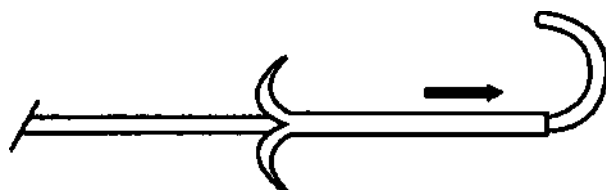

рис. 1
1. Сдвиньте выпрямитель Peel-Away вперед, чтобы открыть кончик катетера. (рис. 1)